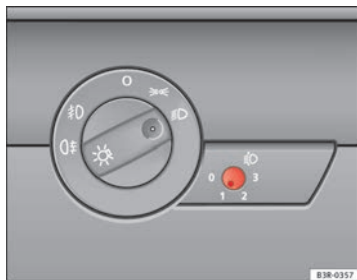

Fig. 89 Regolazione profondità fari
- Premere il tasto  ⇒ fig. 89 per sbloccarlo.